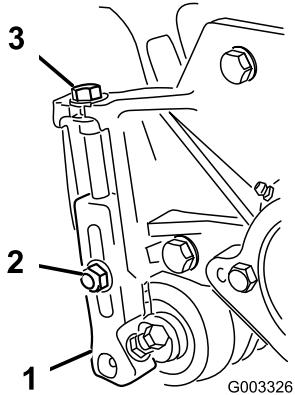

Figura 14
- Desaperte as porcas de bloqueio que fixam os braços da altura de corte às placas laterais da unidade de corte (Figura 14).